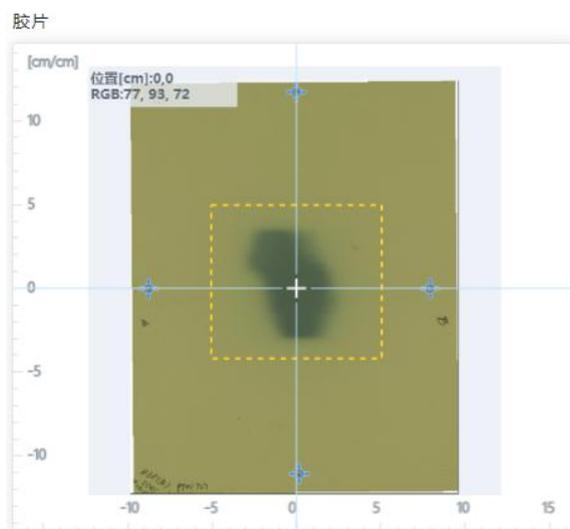

图 4-15 锚点和区域操作
④计算结果：胶片性质稳定后即可进行扫描，扫描仪的具体使用方法见4.1.3 Step 3部分，扫描仪中验证片的正反面需与刻度片保持一致；扫描完成后在FilmDose上导入扫描图像和RT Dose剂量文件，使用胶片图像上方的锚点工具“”，将上一步在胶片上标记的四个点描出（图4-15）。使用图像上方的区域工具“”进行计算区域框选。将胶片图像调整至与剂量图像方向相同，调节右侧的计算参数，点击“计算”，软件即可计算出剂量和伽马通过率。